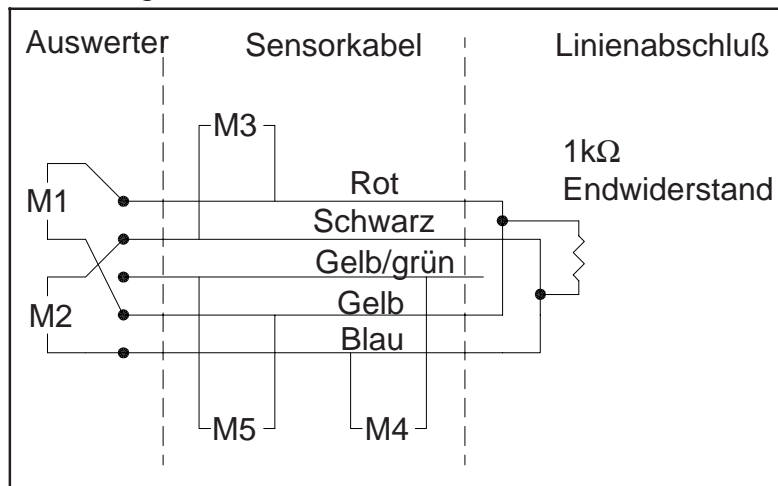

Abbildung 25
1. Messen Sie mit dem Ohmmeter im Bereich von 200 Ω den Schleifenwiderstand der Zone zwischen dem roten und dem gelben Signaldraht (M1, Abbildung 25) und notieren Sie diesen Wert.
2. Messen Sie mit dem Ohmmeter im Bereich von 200 Ohm den Schleifenwiderstand der Zone zwischen dem schwarzen und dem blauen Signaldraht (M2, Abbildung 25) und notieren Sie diesen Wert.